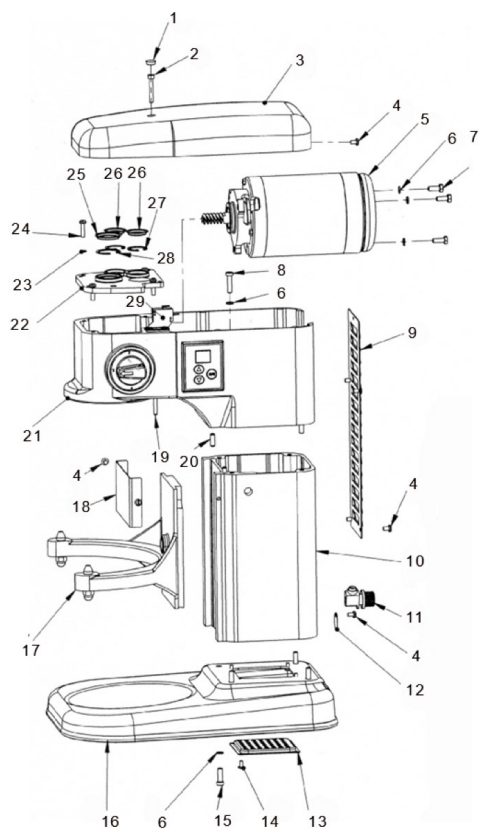

Figura 1: Corpul principal al mașinii
- Corpul principal al mașinii (Figura 1);
## Lista pieselor mașinii din Figura 1